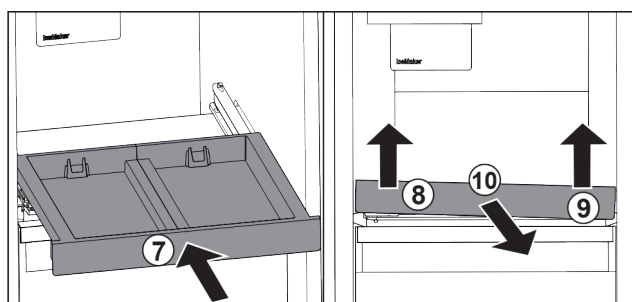

Fig. 53
- ▶ Zasuňte vysouvací přihrádku. Fig. 53 (7)
- ▶ Vysouvací přihrádku vpředu vlevo nadzvedněte. Fig. 53 (8)
- ▶ Vysouvací přihrádku vpředu vpravo nadzvedněte. Fig. 53 (9)
- ▶ Odeberte vysouvací přihrádku směrem dopředu. Fig. 53 (10)